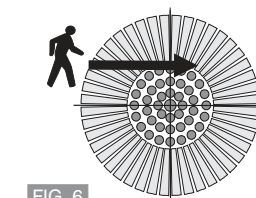
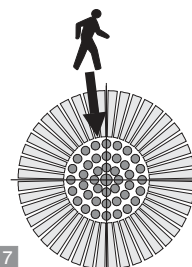

FIG. 6
FIG. 7
- Avant l'installation considérer que le détecteur est plus sensible aux mouvements qui traversent son champ d'action (fig. 6) et moins sensible aux mouvements en direction dudit détecteur (fig. 7).